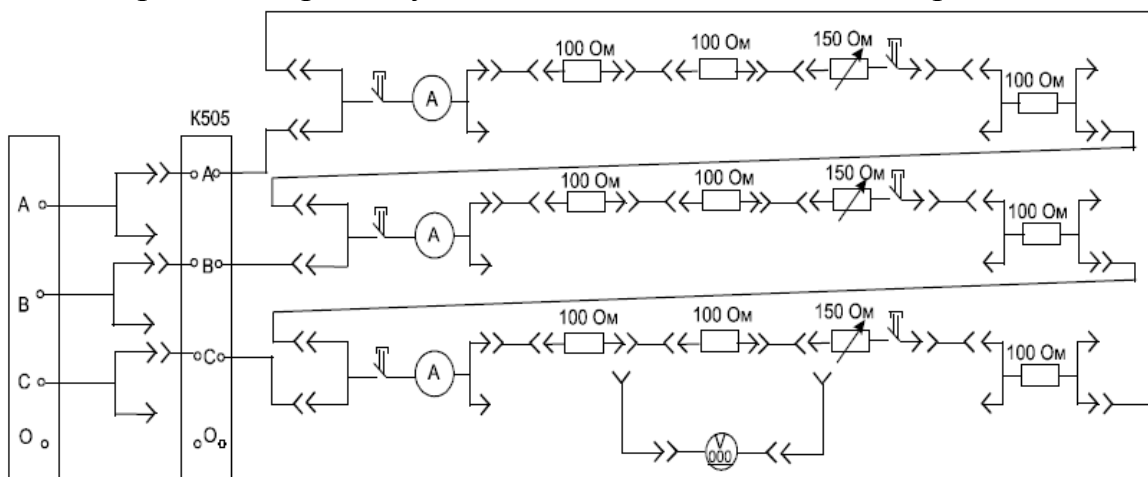

Рис. 17
10. Собрать электрическую цепь по монтажной схеме на рис. 17.